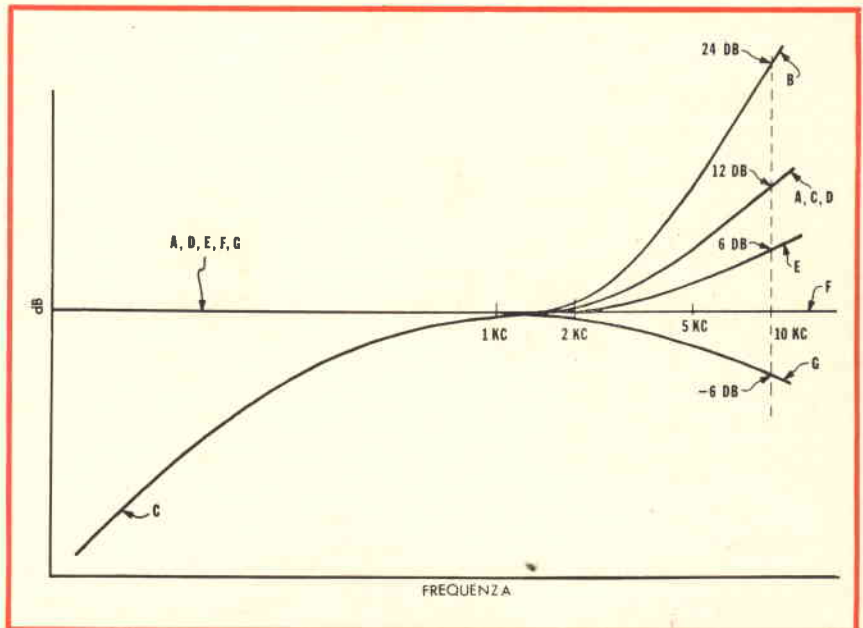

Fig. 6 - Risposte di frequenza ai vari punti nel circuito del REVERBATAPE. Il testo spiega perché esistono queste varie curve di risposta.
possiede una configurazione ad H avente la resistenza di emettitore derivata (11) in maniera sufficiente per mantenere la risposta al disotto del campo udibile. Parte della resistenza di collettore, 6-7 è costituita dal comando di controllo per l'entrata 7. La parte da 1000 Ω (8) della resistenza di emettitore è derivata da 9 che è abbastanza piccolo da far arrivare una risposta al comando di controllo 7 che comincia a far sentire i suoi effetti a 2 kHz e raggiunge ± 12 dB a 10 kHz. La risposta a questo punto è rappresentata dalla curva A della fig. 6.
Qui, la pre-equalizzazione delle note acute viene introdotta per compensare le perdite delle alte frequenze da parte delle testine di riproduzione. La risposta al collettore del transistor 19 è quella illustrata dalla curva B della fig. 6.
La risposta di frequenza del segnale raccolto dalla testina di riproduzione, da sottoporre ad equalizzazione, è rappresentata dalla curva C nella fig. 6. Questo è il segnale che giunge all'ingresso dell'amplificatore di riproduzione in P1. 12 decibel della preenfasi totale a 10 kHz sono stati eliminati dalla perdita di riproduzione delle alte frequenze della testina. La rimanente preenfasi è dovuta a quella generata nello stadio d'ingresso e sarà eliminata in uno stadio successivo.
che risulta, al collettore del transistor 58, nella curva D della fig. 6. La reazione negativa di c.c. è ottenuta collegando con il resistore 53 l'emettitore del transistor 58 e la base del transistor 48 ed accoppiando direttamente i due stadi.
In un ambiente, gli alti sono assorbiti più rapidamente dei bassi a causa dell'attenuazione selettiva dell'aria presso le superfici riflettenti. Il resistore 63 ed il condensatore 64 realizzano questo scopo producendo un'attenuazione molto bassa di circa 6 dB a 10 kHz. A questo punto la risposta di frequenza è quella illustrata dalla curva E della Fig. 6.
Lo stadio miscelatore (transistor 114) è fondamentalmente uguale allo stadio ingresso con l'eccezione che qui ha luogo la deenfasi delle alte frequenze. Alla base del transistor giunge il segnale diretto che ha la risposta di frequenza rappresentata dalla curva A nella fig. 6. I segnali di riproduzione, che giungono anch'essi alla base di questo stadio, hanno la risposta di frequenza rappresentata dalla curva E nella fig. 6. La deenfasi delle alte frequenze è compiuta da 112 che deriva la resistenza di collettore alle alte frequenze, causando un'attenuazione che comincia a 2 kHz e raggiunge 12 dB a 10 kHz. L'uscita del miscelatore, quindi, fornisce la risposta netta di curva F per il canale diretto ed una risposta di curva G per i canali di riproduzione.